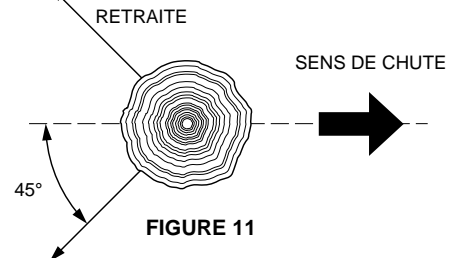

FIGURE 11
3. **UNE ZONE DE RETRAITE** opposée à et en diagonale par rapport à la ligne de chute de l'arbre à couper doit être prévue et dégagée si besoin est avant le début de l'abattage (voir figure 11).